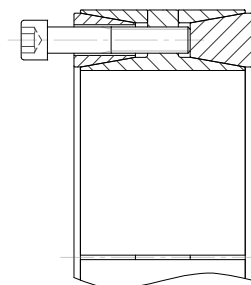

Fig. 3
4. Trasferire le viti, usate per lo smontaggio dell'anello frontale [2], nei fori di estrazione dell'anello interno [1] (fig. 3). Separare l'anello posteriore [3] ripetendo la procedura descritta al punto 3.